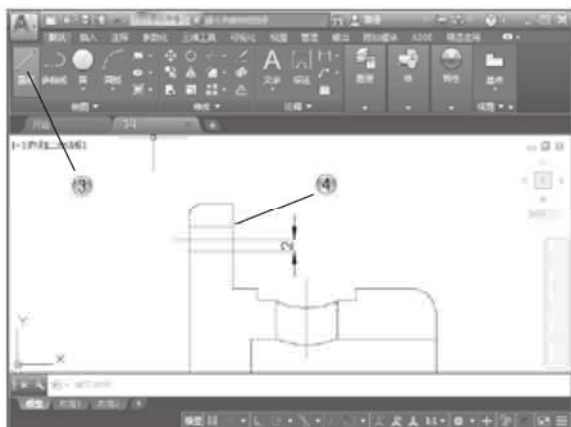

图 5-83
③ 单击【绘图】面板中的【直线】按钮，如图 5-83 所示。
④ 在绘图区绘制孔直线。